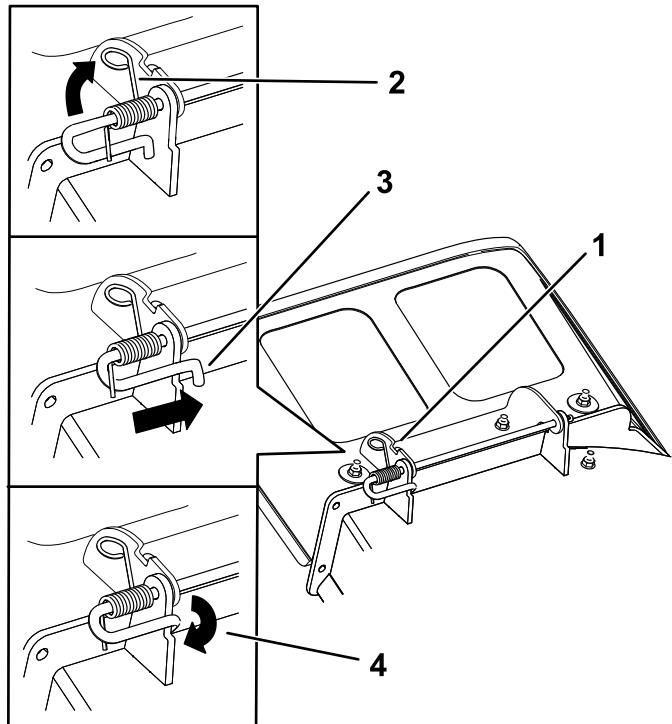

Figura 78
4. Coloque el nuevo deflector de descarga con los extremos de los soportes entre los soportes soldados de la carcasa, según se muestra en la Figura 78.
6. Coloque el muelle en la varilla, tal y como se muestra en la Figura 78, de modo que el extremo más corto del muelle suba desde debajo de la varilla antes de la curva y pase por encima de la varilla después de la curva.
7. Levante el extremo del muelle que tiene bucle y colóquelo en la muesca del soporte del deflector (Figura 78).
8. Fije el conjunto de varilla y muelle torciéndolo de manera que el extremo corto de la varilla se coloque detrás del soporte delantero que está soldado a la carcasa (Figura 78).